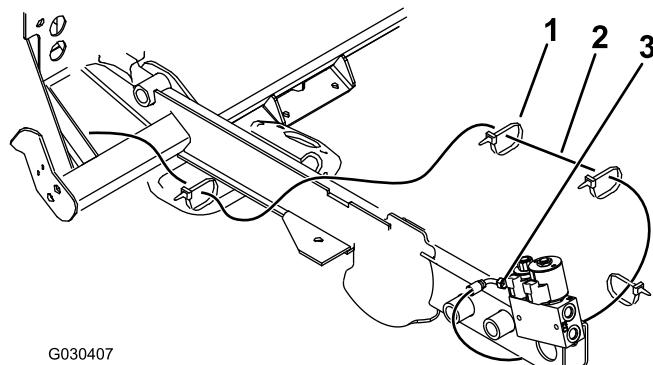

Figura 20
8. Disponete il flessibile lungo sotto il telaio del radiatore, sopra la traversa del telaio e lungo la guida del telaio fino alla valvola (Figura 20).
9. Fissate il flessibile lungo con 4 fascette per cavi (Figura 20).